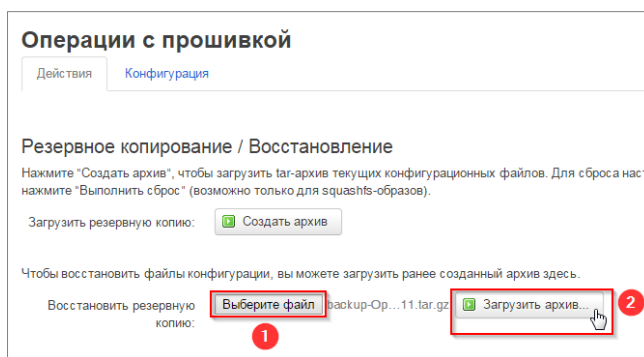

Рис. 53. Восстановление конфигурации.
- Для восстановления сохранённой конфигурации в меню **Система -> Резервная копия/Прошивка** с помощью кнопки **Выберите файл** укажите местоположение tar-архива конфигурации и нажмите **Загрузить архив** (Рис. 53).